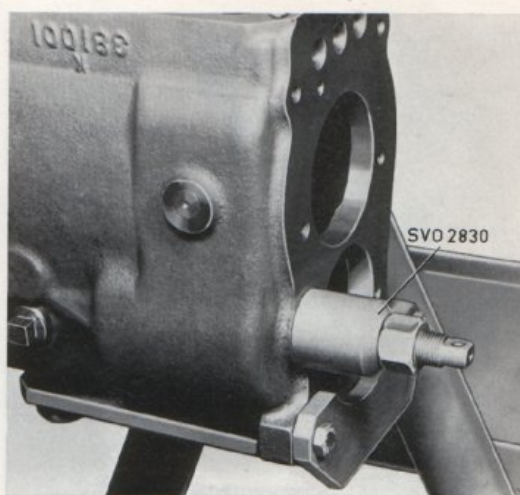

Bild 4—8. Demontering av backaxel
10. Dra ut backaxeln med avdragare SVO 2830, se bild 4—8, och ta ut backhjulet.